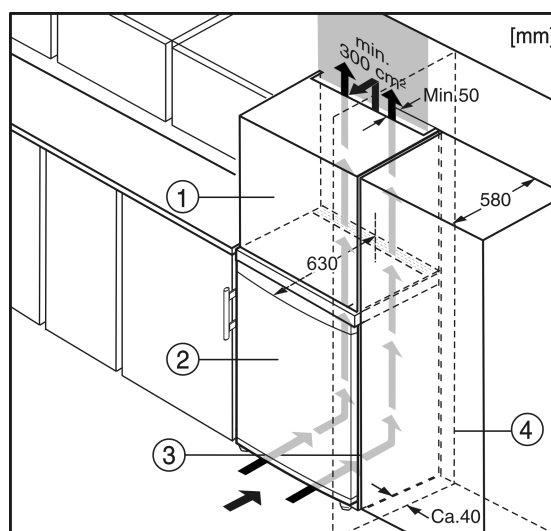

Fig. 6
- (1) Aufsatzschrank
- (2) Gerät
- (3) Küchenschrank
- (4) Wand
Das Gerät kann mit der Kucheneinrichtung umbaut werden. Um das Gerät Fig. 6 (2) der Küchenzeilenhöhe anzugleichen, kann über dem Gerät ein entsprechender Aufsatzschrank Fig. 6 (1) angebracht werden.*
Beim Umbau mit Küchenschränken (Tiefe max. 580 mm) kann das Gerät direkt neben dem Küchenschrank Fig. 6 (3) aufgestellt werden. Die Gerätetür steht seitlich 34 mm und in der Gerätemitte 50 mm gegenüber der Küchenschrankfront vor. Sie lässt sich dadurch einwandfrei öffnen und schließen.*
Wenn das Gerät mit den Scharnieren neben einer Wand *Fig. 6 (4)* aufgestellt wird, muss der Abstand zwischen Gerät und Wand mindestens 40 mm betragen. Dies entspricht dem Griffüberstand bei geöffneter Tür.*